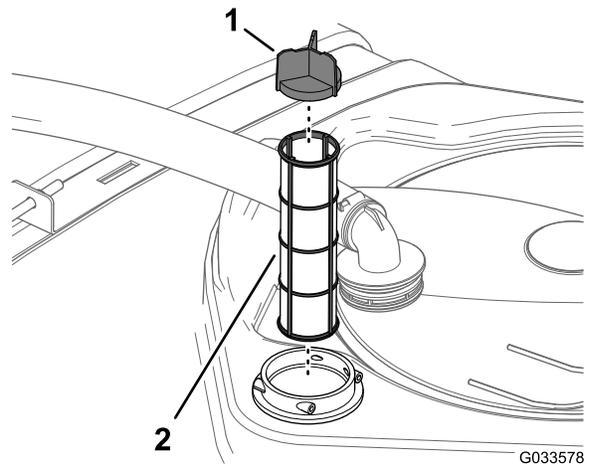

**図 58**
2. タンク上部で、フィルタハウジングからの太いホースについているフィッティングを固定しているリテーナを外す **図 58**。
3. フィルタハウジングからホースとフィッティングを取り外す **図 58**。